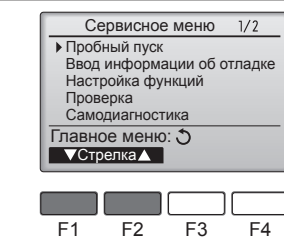

Fig. 7-1
- 1 Выберите режим "Пробный пуск" в Сервисном меню и нажмите кнопку [ВЫБОР]. (Fig. 7-1)